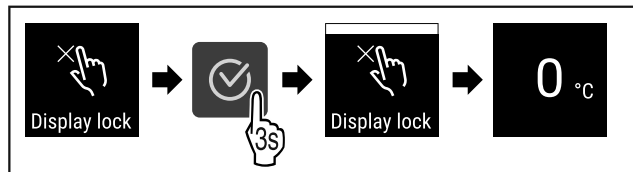

Fig. 96
- ▶ Изпълнете стъпките (виж Fig. 96) .